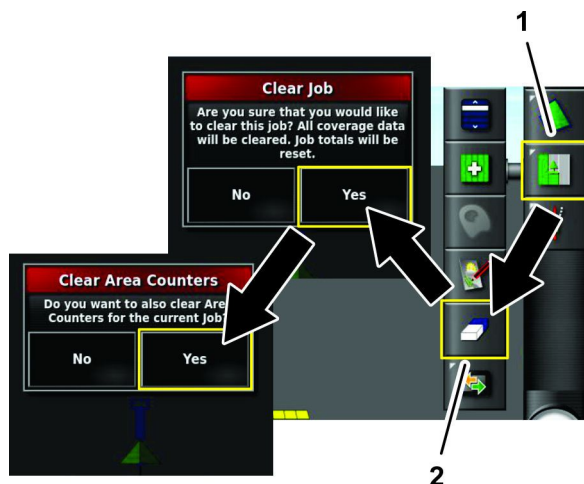

図 30
1. 作業メニューアイコンを押す 図 30。
2. 作業データ消去アイコンを押す 図 30。
3. ダイアログボックス内にある「はい」アイコンを押す 図 30。
4. ダイアログボックスのクリアエリアカウンタにある「はい」アイコンを押す 図 30。